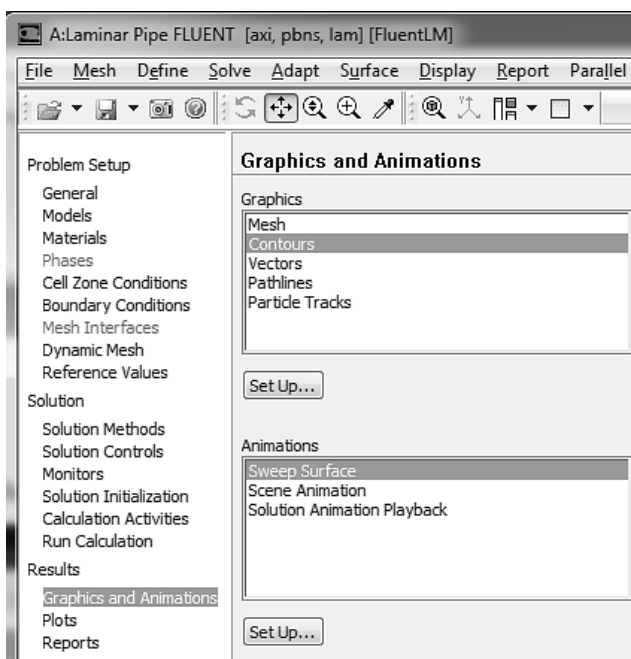

Рис. 1.61
- 2) В окне Graphics выбираем Contours и жмем кнопку Set Up, рис. 1.61.